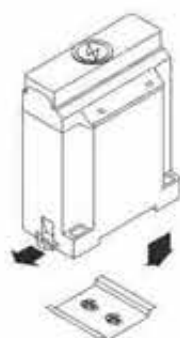

图 1
- ※GRB-2型PTC温控模块的底部没有固定孔或卡槽，其底部固定孔与配电柜底板固定螺固定安装在配电柜的导轨上，拔出固定销，将其安入配电箱或配电柜的导轨上，松开固定销，使其固定在导轨上。安装时应用力均匀，以免造成损坏。如图1所示。